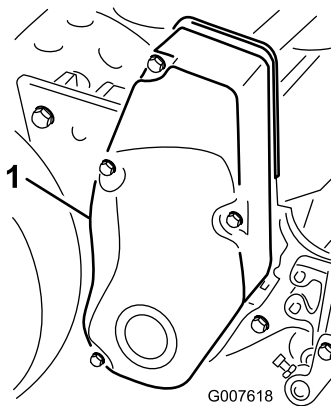

Figura 36
1. Retire las fijaciones de la cubierta de la correa y la cubierta para tener acceso a la correa (Figura 36).